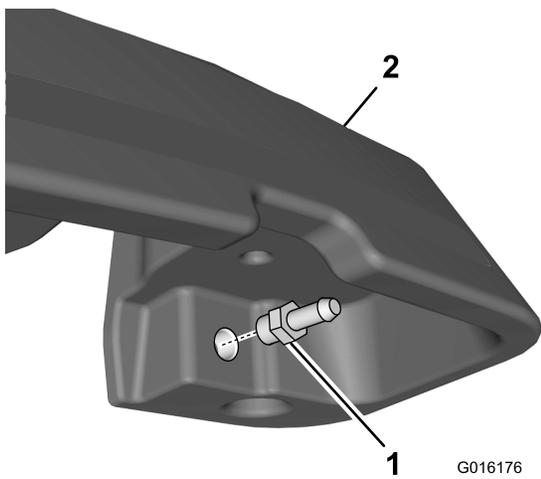

Figura 8
12. Installate il raccordo idraulico diritto nell'apertura sul lato inferiore del serbatoio del rivelatore di perdite (Figura 8).